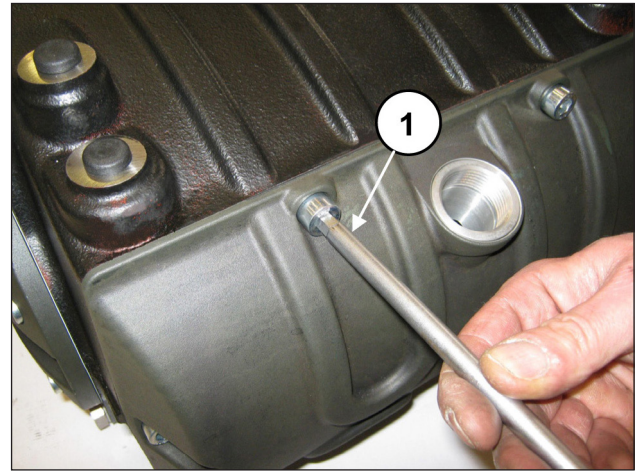

Abb. 2
Lassen Sie die Ölfüllung der Pumpe vollständig ab und demontieren Sie dann den Gehäusedeckel (samt O-Ring) durch Abdrehen der 6 Schrauben IM10 (Pos. ①, Abb. 2).